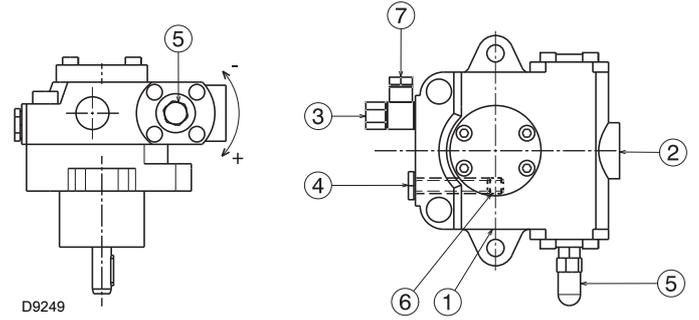

图 23
油泵安装在燃烧器上时，旁路系统被螺栓 6) (图 23) 锁紧。
- 为了使油泵 (图 23) 能够启动自吸，必须拧松油泵的螺钉 4) 以排空进气管路中的空气。
图例 (图 23)
如果油泵内的油被排空，可在启动前通过真空计 4) (图 23) 上的开口注油；否则油泵无法启动。